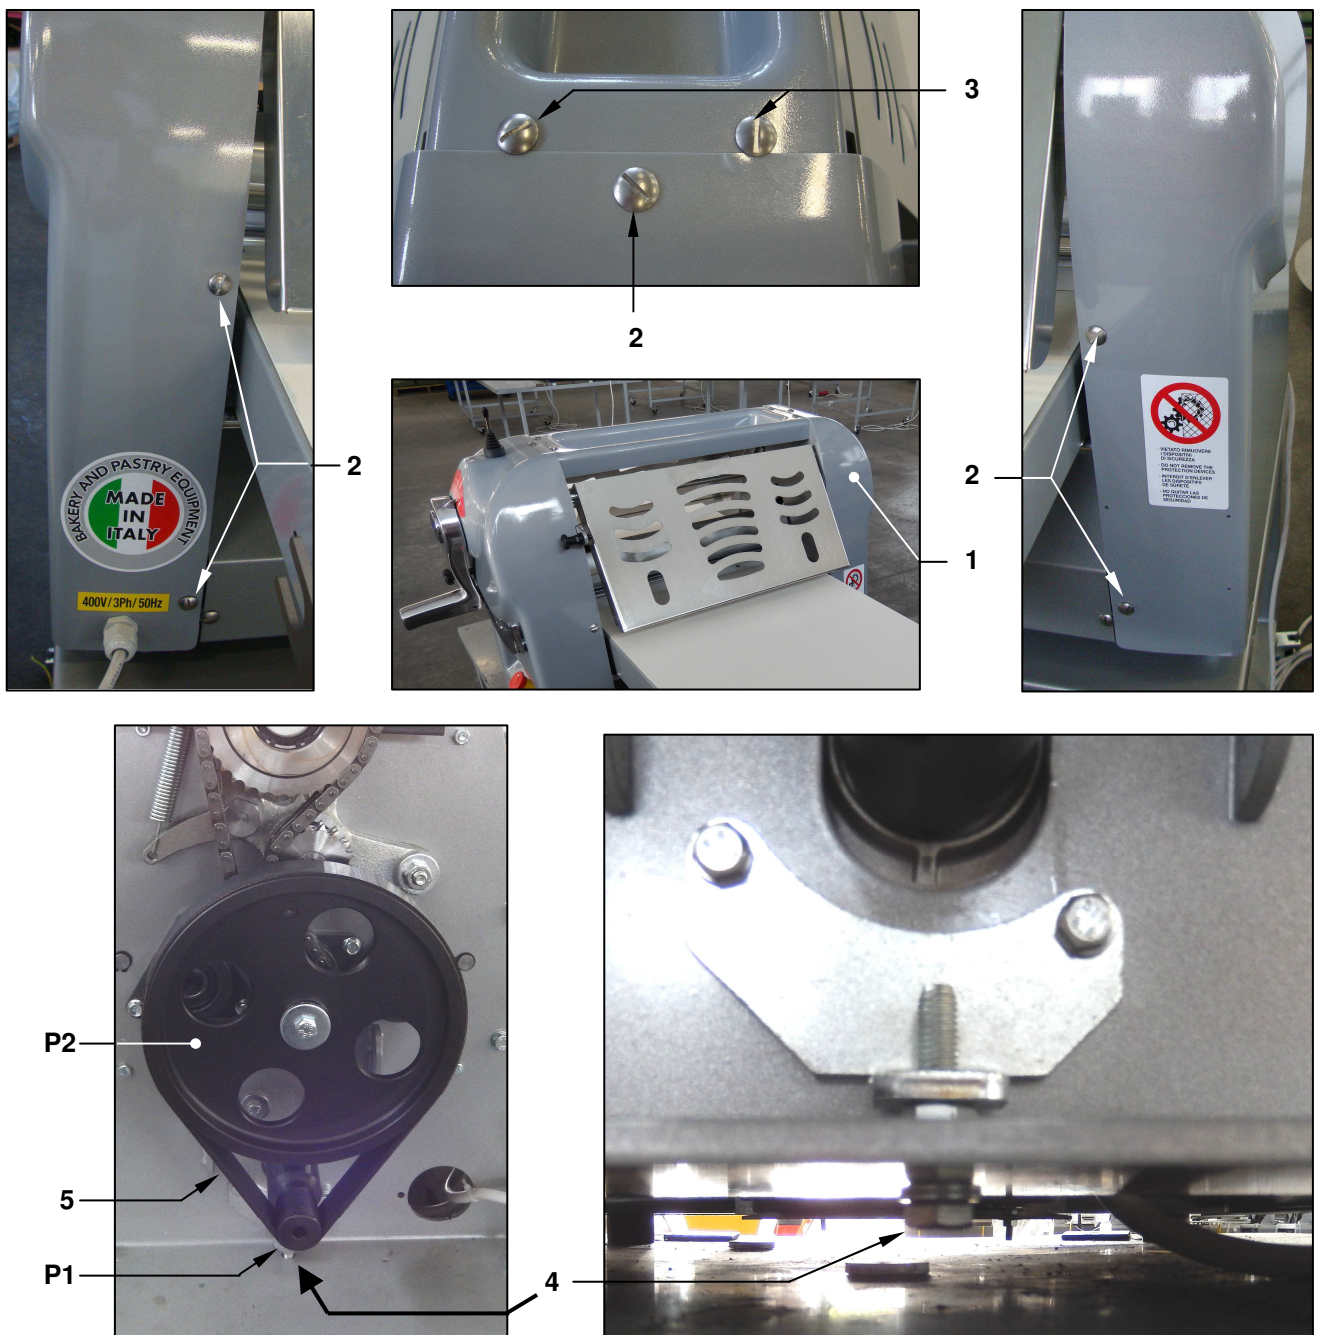

Рис. 30 - Модель SF450: регулировка натяжения ремня
Порядок регулирования натяжения ремней (5) (см.Рис. 30):
- снимите ограждение (1) с обратной стороны машины. Для этого необходимо открутить 5 винтов (2) и два винта (3). Отложите ограждение в сторону.
- рожковым ключом поворачивайте винт (4) до достижения правильного натяжения ремня (5). При этом учитывайте следующее: A = 2,1 мм T = 26,4 Н (60 Гц) T=26,5 (50 Гц) (Т см. в пар. 4.3.1)
- по окончании регулировки установите обратно ограждение (1). Заверните верхнюю часть ограждения под головки винтов (3), а затем закрутите винты (2). закрутите винты (3) так, чтобы их головки прижали края ограждения (1).